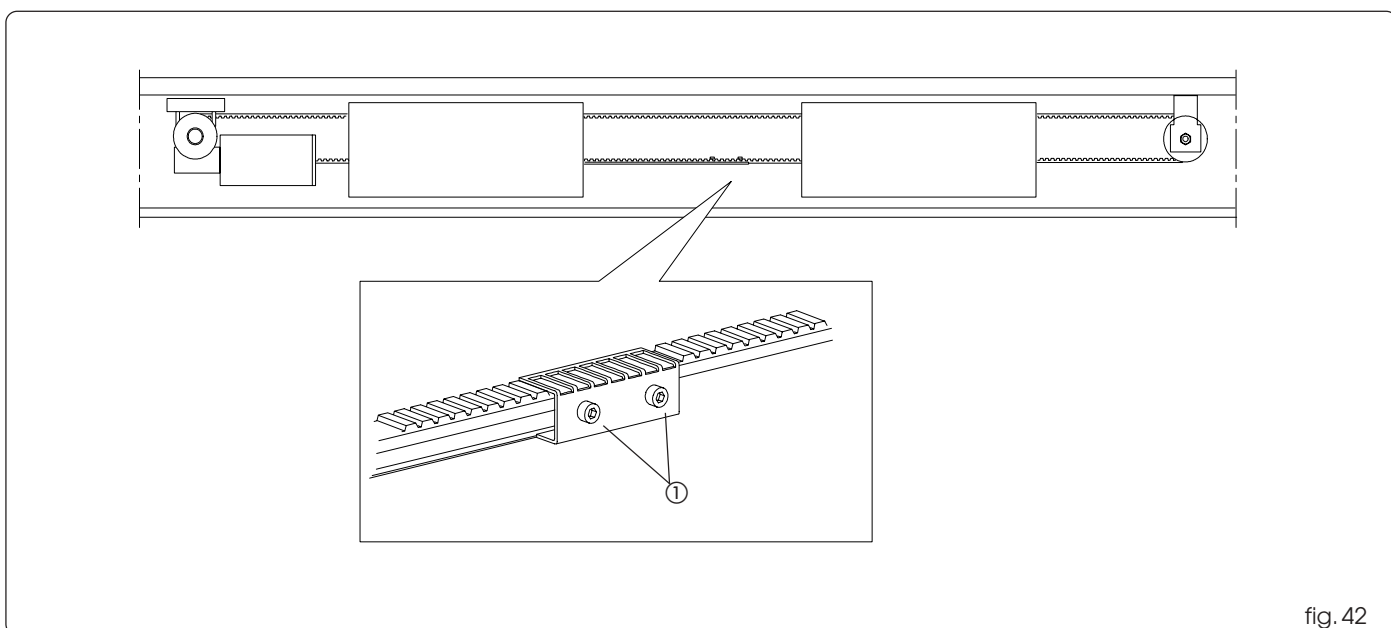

fig. 42
- Desserrer les deux vis (fig. 42 réf. ①) qui lient le joint de la courroie à la tige d'actionnement (sur les deux chariots en cas de vantail double).